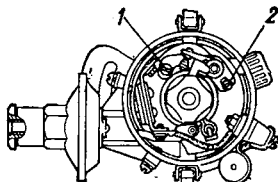

Рис. 113. Винты пластины неподвижного контакта:
4. Ослабьте стопорный винт 1 (рис. 113) крепления стойки неподвижного контакта и, вращая регулировочный эксцентриковый винт 2, установите нормальный зазор.